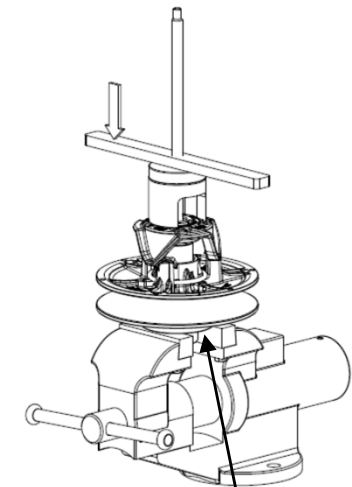

Figure 19
- Installez la poulie sur l'outil de démontage comme indiqué sur la figure 19. Utilisez la vis de blocage pour empêcher la rotation de la poulie sur l'outil de démontage.
- En vissant la barre sur la tige filetée, appuyez sur la came ⑨ (3 à 4 mm max.) afin de libérer l'anneau élastique ⑩ (figure 19).